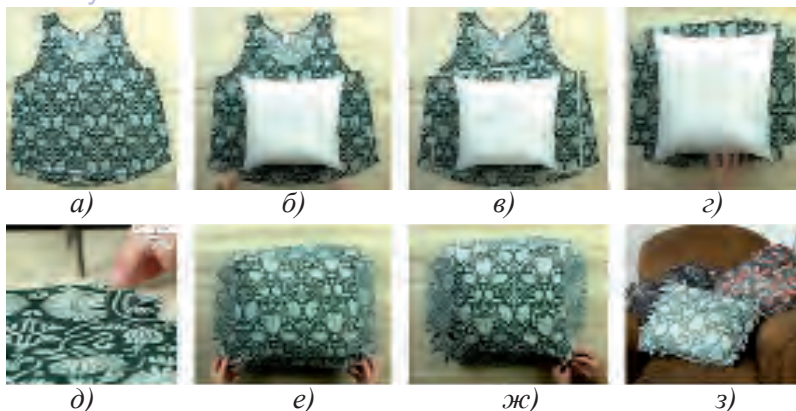

Рис.82. Изготовление подушки из трикотажных маек вышедших из потребления.
1. От трикотажной майки отрезаются два куска, равные размеру подушки и с припуском 5–6 см по бокам (рис.82, а, б, в). Далее срезаются 4 угла как показано на рисунке 82, г.
2. Затем 4 стороны срезаются по длине 4–5 см, по ширине – 2–3 см (рис.82, д).
3. Подушка вкладывается между верхней и нижней частями наволочки (рис.82, е).
4. Верхняя и нижняя части наволочки связываются между собой со всех сторон (рис.82, ж) и наволочка готова (рис.82, з).